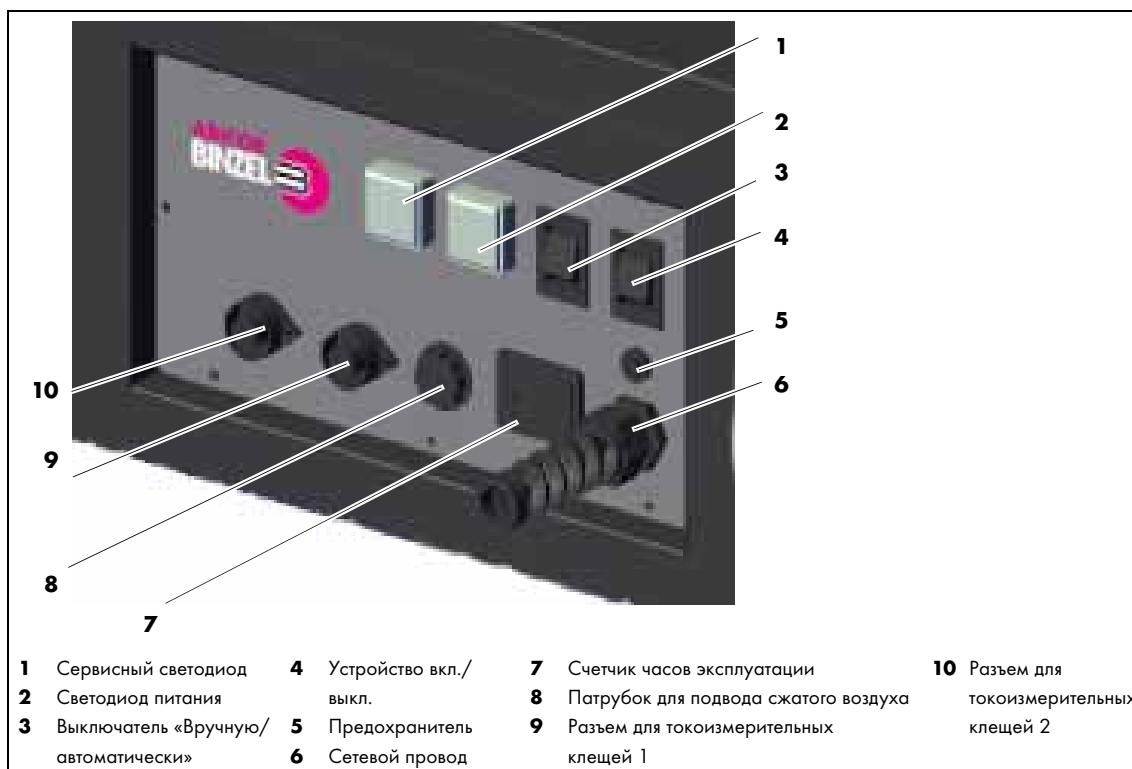

Рис. 5 Элементы управления/разъемы
⇒ Рис. 5 Элементы управления/разъемы на стр. RU-14
- 1 Переведите дымовытяжной аппарат с помощью выключателя «Вкл./выкл.» **(4)** в положение «Выкл.» (рис. 5).